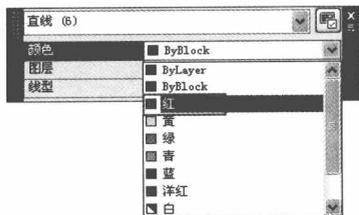

图1-18 “快捷特性”面板
**步骤 18** 选择圆心标记，单击状态栏中的“快捷特性”按钮，弹出“快捷特性”面板，单击“颜色”下拉按钮，在弹出的下拉列表框中选择“颜色”选项，设置“颜色”为红色，如图1-18所示。